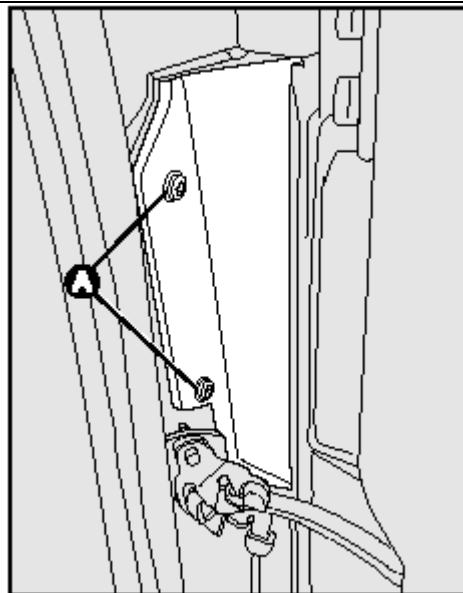
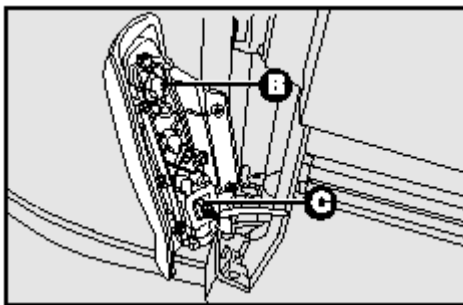

рис. 29
рис. 30
- отвинтите два гайки крепления **A** – **рис.29**, чтобы иметь доступ к заднему блоку фар **B** – **рис.30**;
- Разъедините электрический разъем **C** – **рис.30**;